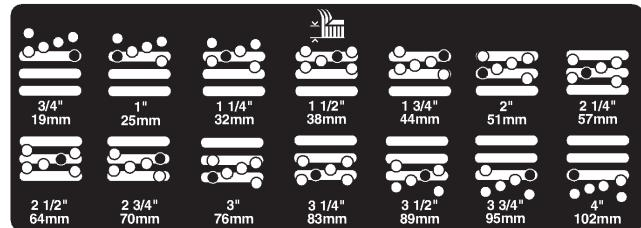

Figure 3
5. Amenez la chambre à la hauteur de coupe voulue et posez l'entretoise dans le trou et la fente correspondant à la hauteur de coupe désignée (Fig. 3).